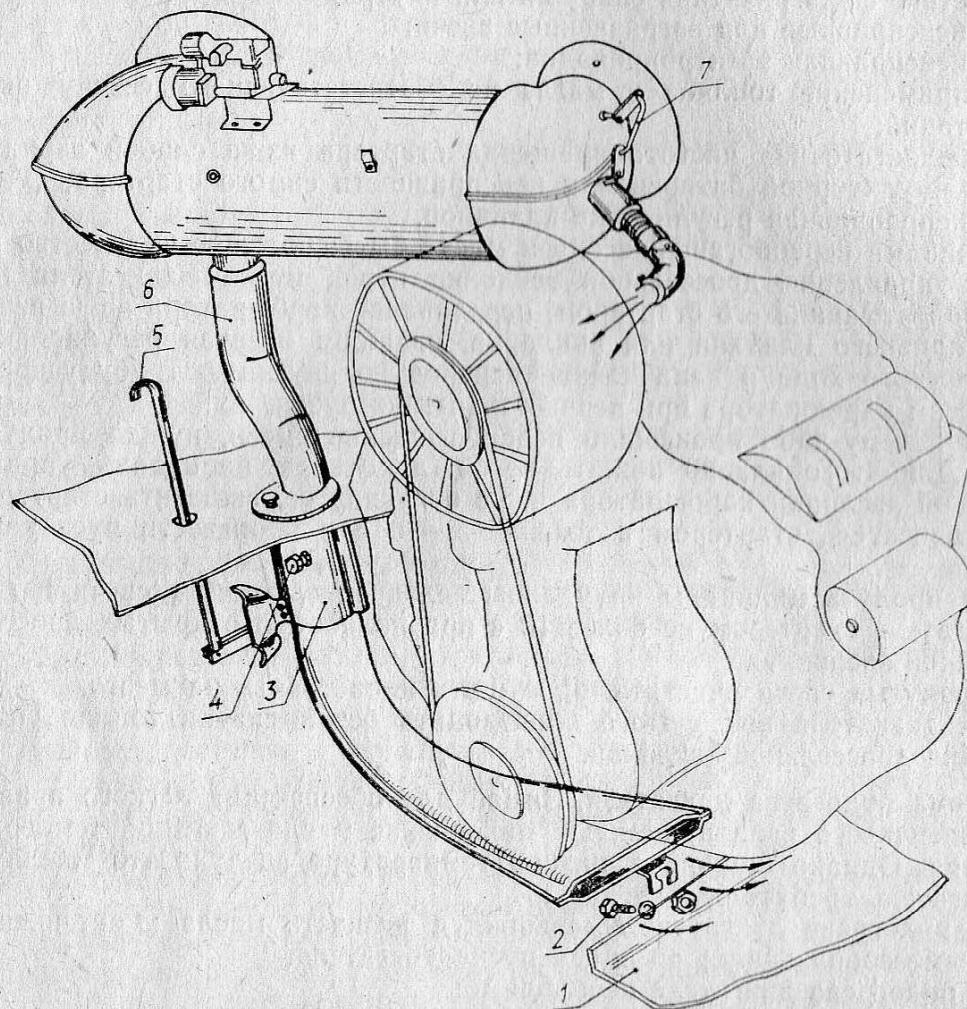

Рис. 6. Подогрев двигателя предпусковой:
- открыть ручкой 4 (рис. 6) заслонку патрубка разогрева развода цилиндров, для чего повернуть ее против часовой стрелки до упора. При этом закроется заслонка подачи горячего воздуха в салон автомобиля;